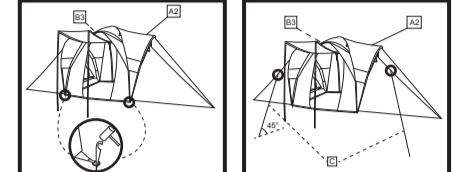

BILD3 BILD4
- Placer na noggrant regnskyddet <A2> över innertället <E>. (BILD 3)
- Sätt stängen <B3> i regnskyddets öglor <A2>. (BILD 3)
- Sätt fast regnskyddet <A2> genom att trycka tältspinnarna <D> genoms marköglorna. (BILD 3)